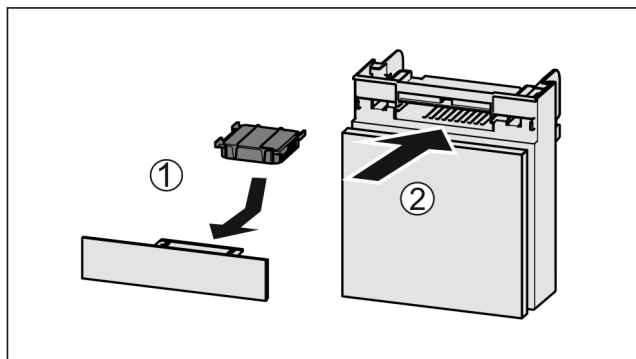

Fig. 165
- Aktivkohlefilter nach Abbildung einsetzen Fig. 165 (1).
- Fach einschieben Fig. 165 (2).